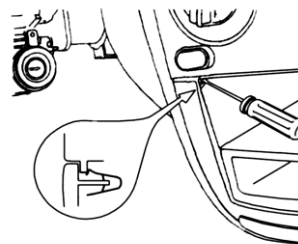

Рис. 3
- 6) Получите доступ к шурупам, которые находятся за декоративной накладкой. Для этого надо убрать фиксацию с двух сторон накладки, тонкой отвёрткой прижимая верхнюю часть металлической скобы вытягивать на себя накладку (рис.3).